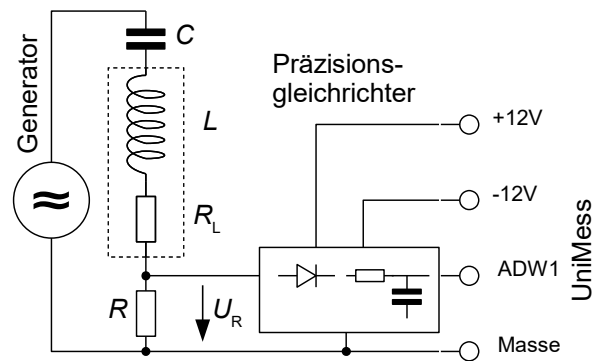

Abb. 2: Versuchsaufbau
- 4.1 Bauen Sie die Schaltung nach Abb. 2 auf. Verwenden Sie dabei folgende Komponenten: